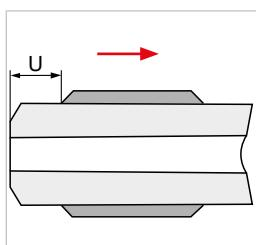

Abbildung 2
- Schrauben Sie den Druckring auf das Rohr (Abbildung 2). Entnehmen Sie das einzustellende Maß "U" aus der Tabelle in Kapitel 10.3 auf Seite 47.